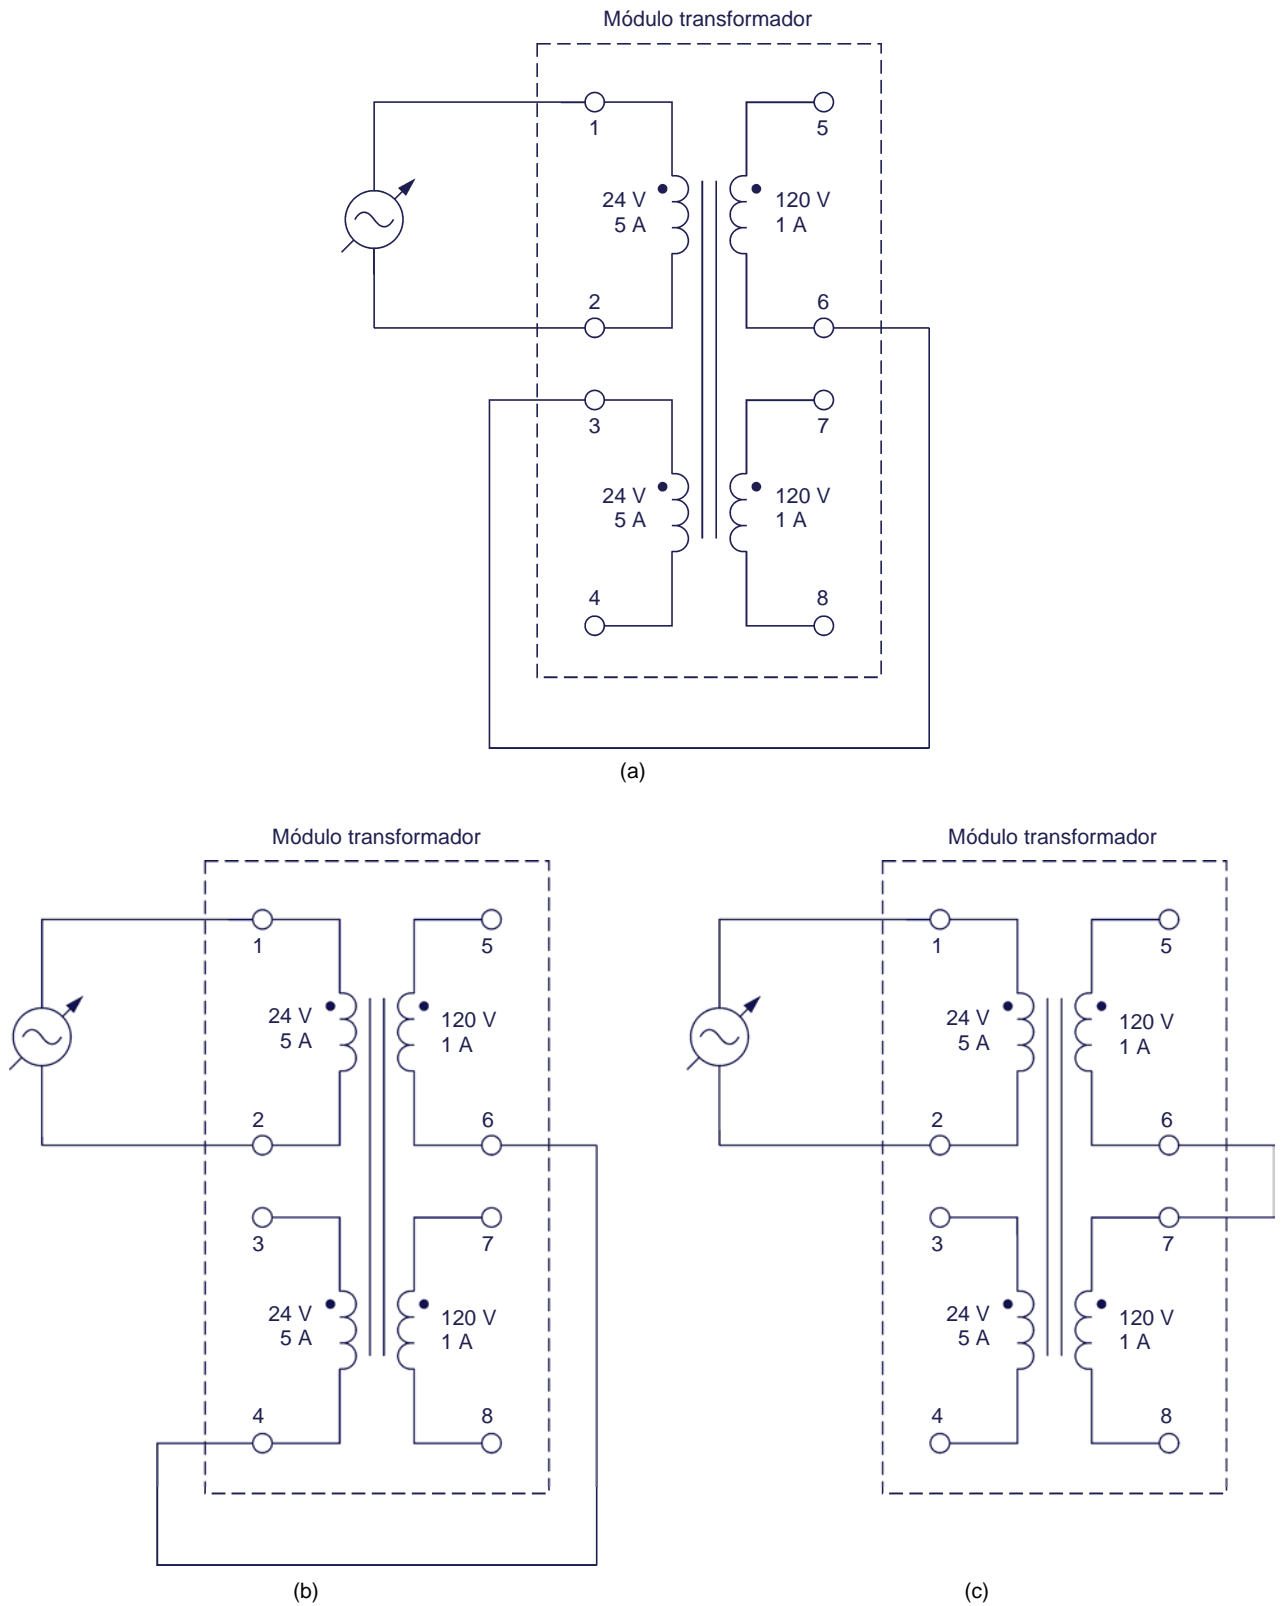

Figura 16. Diferentes conexiones en serie de los arrollamientos del transformador.
14. Considere las tres conexiones del transformador mostradas en la figura 16.
En todas las conexiones del transformador de la figura 16, la capacidad del transformador se limita a 120 VA, debido a que toda la potencia se transfiere a través del arrollamiento primario 1-2, cuyos valores nominales son 24 V y 5 A.